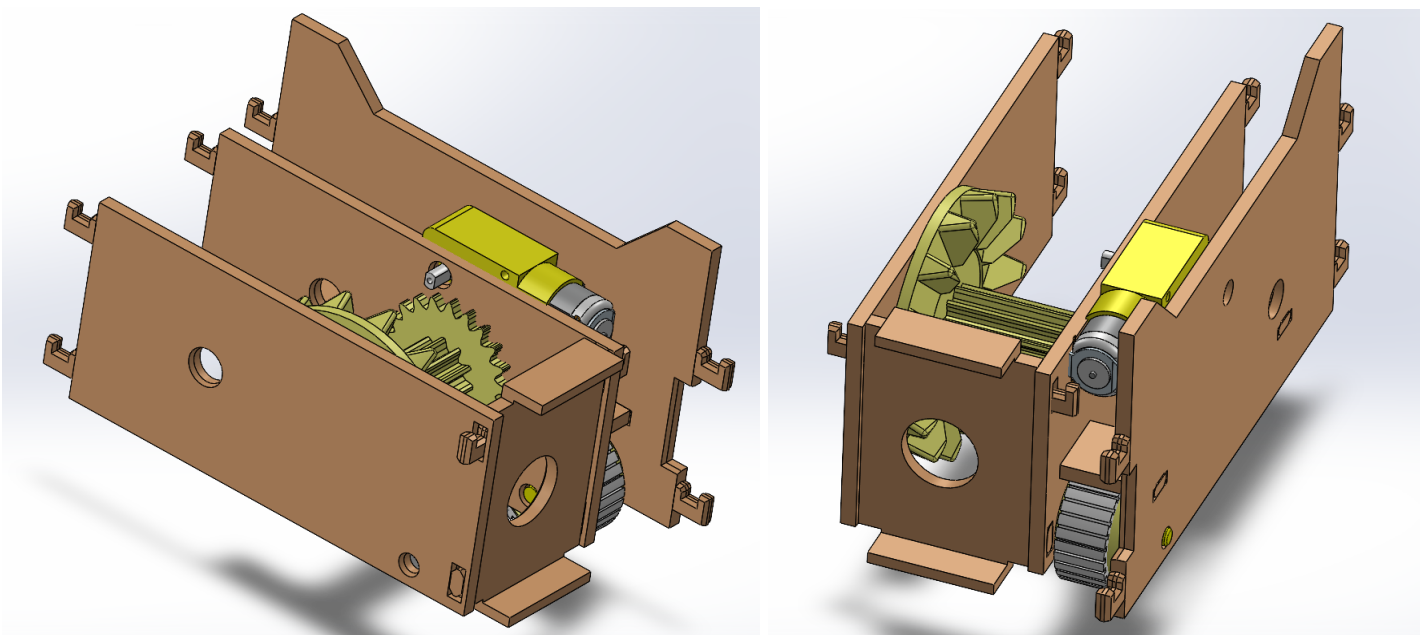

FIGURE 4
**ÉTAPE 4 :** Dans la quatrième étape, nous prenons le résultat de l'ÉTAPE 2 et de l'ÉTAPE 3 ainsi que la pièce portant le numéro 4 et les assemblons tous les trois ensemble comme on peut le voir dans la figure 4.